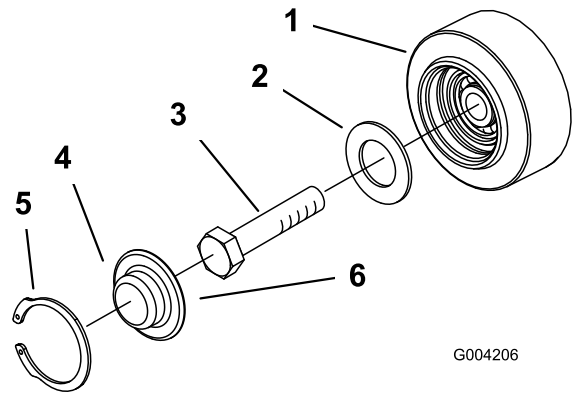

Figure 44
4. Vérifiez la graisse sous le chapeau et autour du joint (Figure 44). Si elle est encrassée, granuleuse ou en quantité insuffisante, enlevez toute la graisse, remplacez le joint et ajoutez de la graisse neuve.
6. Placez le chapeau de galet de roulement sur la tête du boulon (Figure 44).
7. Fixez le chapeau avec le jonc d'arrêt (Figure 44).
3. Déposez le jonc d'arrêt et le chapeau d'un galet de roulement (Figure 44).